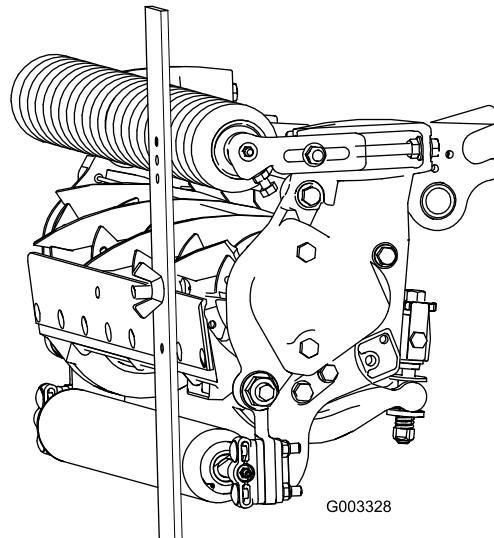

Figura 25
3. Enganche la cabeza del tornillo sobre el filo de la contracuchilla y apoye el extremo trasero de la barra sobre el rodillo trasero (Figura 25).
4. Gire el tornillo de ajuste hasta que el rodillo delantero entre en contacto con la barra de ajuste (Figura 25). Ajuste ambos extremos del rodillo hasta que el rodillo esté paralelo a la contracuchilla en toda su longitud.
Nota: Con el tiempo, será necesario afilar el bisel (Figura 25) puesto que por diseño, sólo dura el 40% de la vida de la contracuchilla.